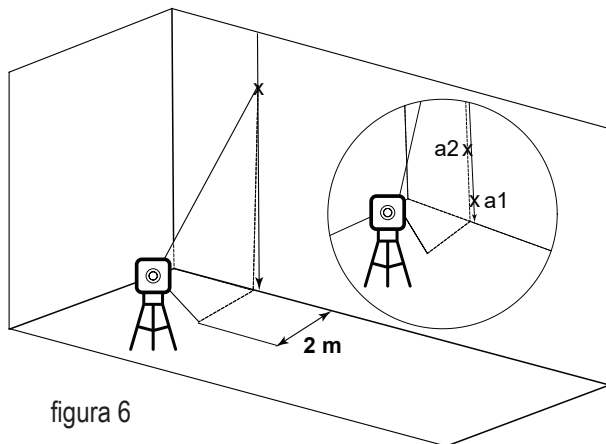

figura 6
6) Segnare sul muro il punto a2, al centro della trave verticale alla stessa altezza di a1 (vedi figura 6).